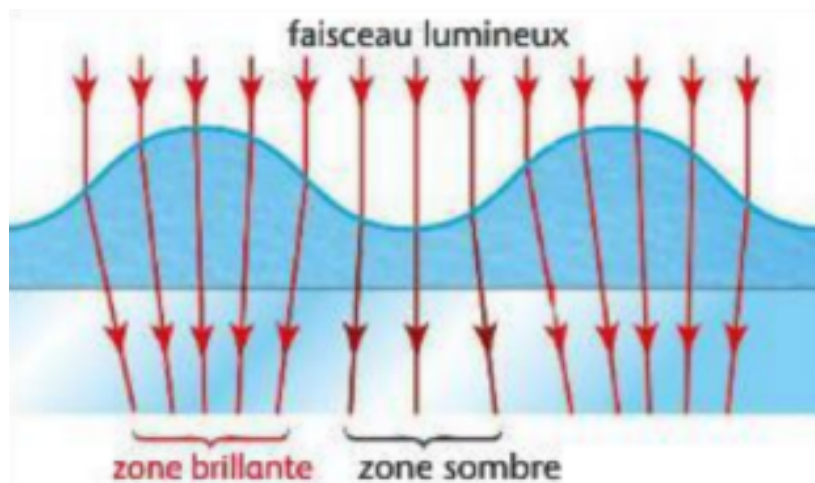

FIGURE 1 – Cuve à onde
- Cuve à onde : La cuve à ondes permet de visualiser une onde (transversale) à la surface de l'eau avec un stroboscope synchronisé. Grâce à la différence de luminosité on voit sur l'écran les crêtes hautes ou basses : plus lumineux pour les crêtes hautes, moins lumineux pour les crêtes basses. Cette différence de luminosité est due à la réfraction au niveau de la surface de l'eau : les rayons réfractés se croisent en dessous des crêtes hautes alors qu'au niveau des crêtes basses ils s'écartent : Fig 1. Le principe de la cuve à ondes se base sur un vibreur à la surface de la couche d'eau qui va tapoter la surface à intervalle régulier la surface. Le stroboscope en mode synchronisé permet de « figer l'image » sur l'écran. Ainsi on peut donc mesurer la longueur d'onde directement sur l'écran en mesurant la distance d'une crête à une autre (on peut prendre plusieurs motifs pour améliorer la précision) en connaissant la fréquence on peut donc en déduire la vitesse de propagation de l'onde à la surface de l'eau.